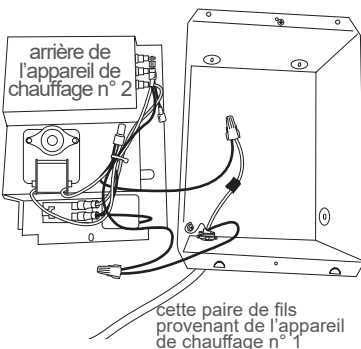

Figure 10
1. Acheminer le câble d'alimentation électrique du disjoncteur à l'appareil de chauffage n° 1. Retirer les deux alvéoles défonçables et fixer deux paires de fils à l'aide de deux serre-câbles (non fournis), en laissant une longueur de connexion d'au moins 6 pouces (15 cm)—une paire à partir du disjoncteur et l'autre à l'appareil de chauffage n° 2 (voir la Figure 10).
2. Les deux fils de terre dans le boîtier mural de l'appareil de chauffage n° 1 doivent former une connexion à 3 fils avec la vis de mise à la terre. Raccorder un court fil de terre en cuivre à la vis de mise à la terre dans le boîtier mural. Raccorder ce fil et les deux fils de terre avec un capuchon de connexion (non inclus) (voir la figure 10).